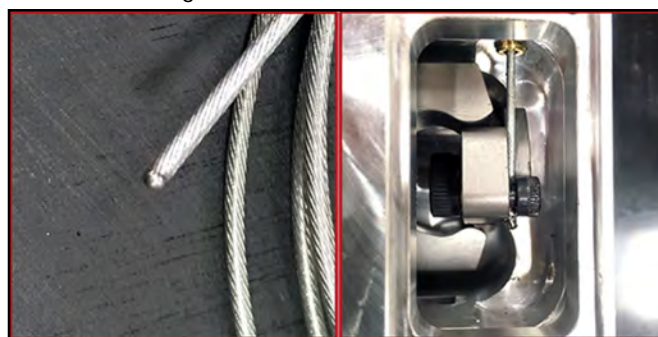

FIGURE 5-11. GELÖTETES KABELLENDE (LINKS); KABELLENDE UNTER DER M4-SCHRAUBE BEFESTIGT (RECHTS)
5. Löten Sie das Kabelende mit Lötzinn zusammen, um ein Ausfransen und ein mögliches Lösen des Kabels zu verhindern (siehe Abbildung 5-11).
6. Führen Sie das Kabelende unter den Kopf der M4-Schraube und ziehen Sie es fest (siehe Abbildung 5-11).